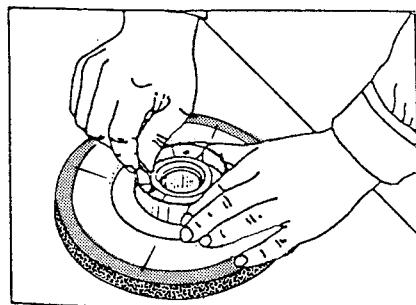

図1-24
- ③ 指針が「0」を指してバランスがとれたら、砥石の左右が逆になるように、砥石を180°回して、同じようにバランスがとれているかどうか確認する。
- ④ 砥石を任意の位置に回して、すべての位置でスイングフレームが傾かないことを確認し、2個のバランス駒を本締する(図1-24)。